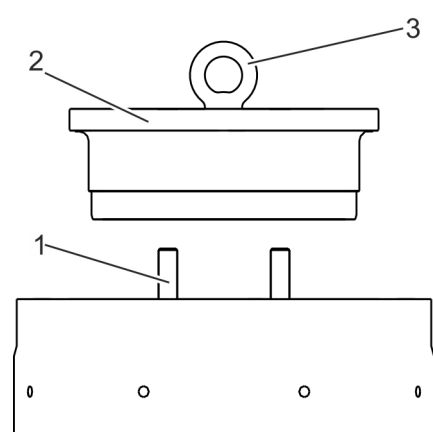

Fig. 15: Vissage des anneaux de levage dans le couvercle de serrage
- 24.** ▶ S'ils ont été retirés : Visser les anneaux de levage (Fig. 15/3) dans le couvercle de serrage (Fig. 15/2).
- 25.** ▶ Élinguer les anneaux de levage (Fig. 15/3) à l'engin de levage.
- 26.** ▶ Soulever le couvercle de serrage (Fig. 15/2) au-dessus du carter et l'abaisser avec les alésages sur les goujons filetés (Fig. 15/1) du couvercle de fermeture.